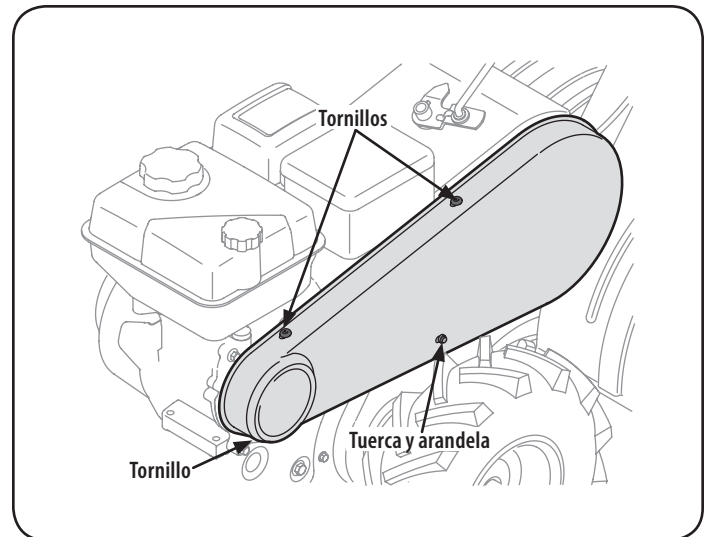

Figura 27
1. Saque la cubierta de la correa desde el lado izquierdo de la cultivadora extrayendo los dos tornillos de la parte superior de la cubierta. Vea la Figura 27.
2. Retire con cuidado la tuerca hexagonal y la arandela plana del lado frontal de la cubierta de la correa. Extraiga el tornillo de cabeza hexagonal en la parte posterior de la cubierta. Vea la Figura 27.